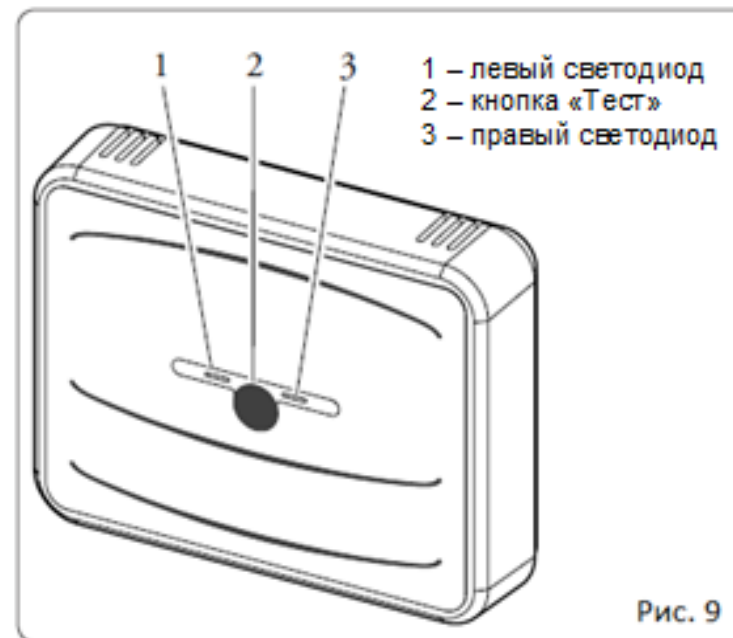

Рис. 9
Правый светодиод (поз. 3 Рис. 9) указывает на получение или на ожидание получения сигнала от CRONO 7 при нормальной работе; левый светодиод (поз. 1 Рис. 9) указывает на то, что устройство находится в состоянии работы. Поскольку система питается от аккумуляторных батарей, бо́льшую часть времени светодиоды не горят.
- продолжительная единичная вспышка правого светодиода (поз. 3 Рис. 9) указывает на то, что не происходит получения корректного пакета информации от ассоциированного CRONO 7. В этом случае отсутствует обмен информацией RF; данное состояние указывает на наличие неисправности или на отсутствие ассоциированного работающего CRONO 7;
- короткая единичная вспышка правого светодиода (поз. 3 Рис. 9) указывает на получение корректного пакета
Продолжительное мигание левого светодиода (поз. 1 Рис. 9) (загорается на 10 секунд) указывает на ожидание ассоциации/установки базы CRONO 7, которая посылает запрос на ассоциацию;
Загорание левого светодиода на 2 секунды (поз. 1 Рис. 9) означает вход в тестовый режим (см. параграф 11); загорание этого LED происходит только в том случае, если имеется синхронизация между базой и ассоциированным CRONO 7, в противном случае левый светодиод (поз. 1 Рис. 9) не горит.